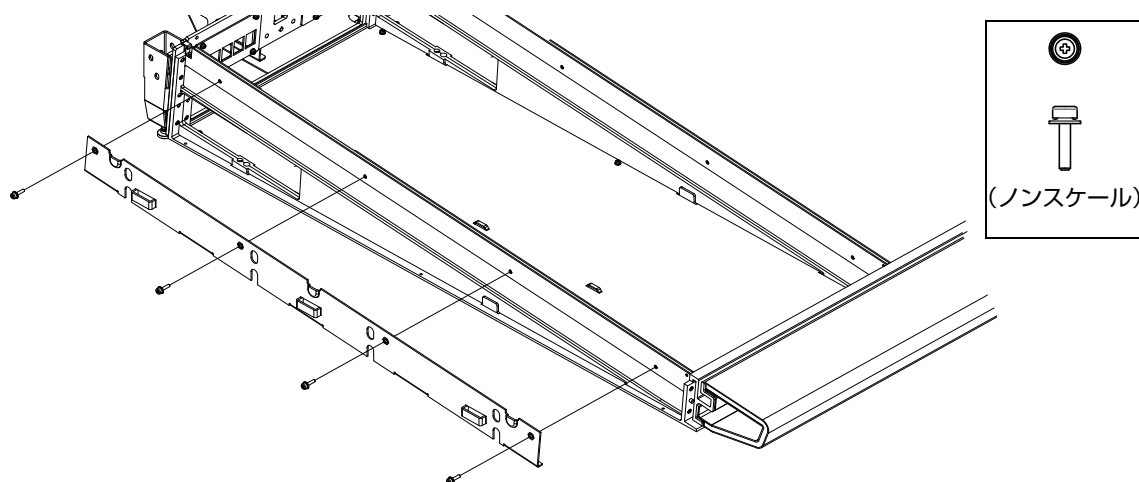

図 30. 左側のサイド・パネル取り付け用プレートを取り付ける
- 2 左側のサイド取り付け用プレートを、方向が正しいことを確認してから、同梱のフィリップス丸型ねじを使ってフレームの左側に固定します（図 30を参照）。